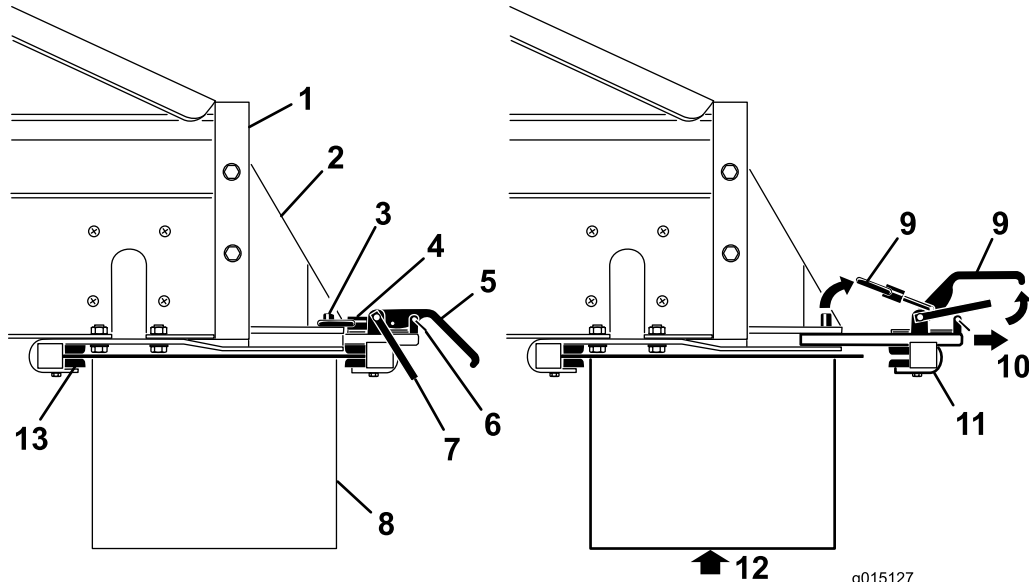

图37
6. 在他人协助下，将位于 MH-400 后部的上下交叉输送机/转盘的前端插入固定架前部的锁紧装置(图37)。
7. 在为交叉输送机/转盘提供支撑的同时，将后部附件连接锁紧组件滑入支架的槽内，并位于尾端上方(图37)。
9. 将安全门夹装回锁紧手柄 (图37)。